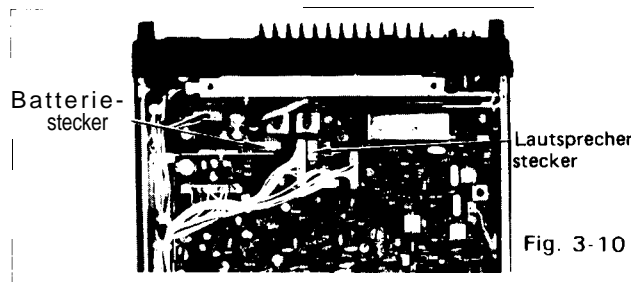

Fig. 3-10
5. Verbinden Sie den Stecker des Batteriekabels mit den Knopfkontakten der Batterie und den Lautsprecherstecker wieder am Steckverbinder der Leiterplatte, wie Fig. 3-10 zeigt. Bringen Sie das Bodenblech abschließend wieder am Transceiver an.